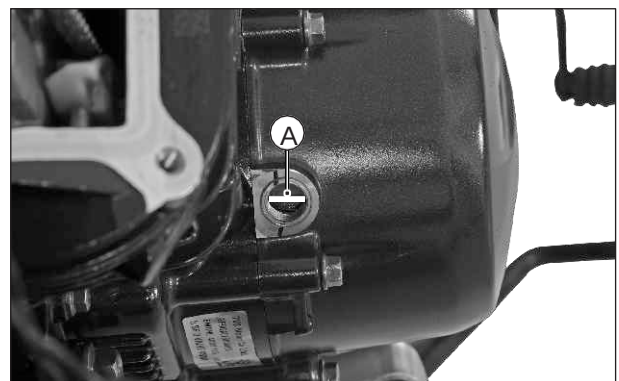

Fig. 3.79
- Asegúrese que la 5ta marcha está engranada y gire suavemente la rueda trasera hasta alinear la marca del punto muerto superior (A) en la volante con el centro del visor en la tapa volante. (Fig. 3.79)